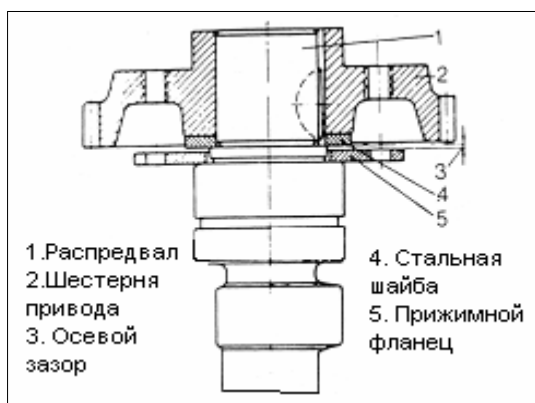

РИС. 102
- 5) Нагрейте приводную шестерню топливного насоса до 80⁰ С и быстро насадите её на распределительный вал, совместив с линией сегментной шпонки (рис. 102).